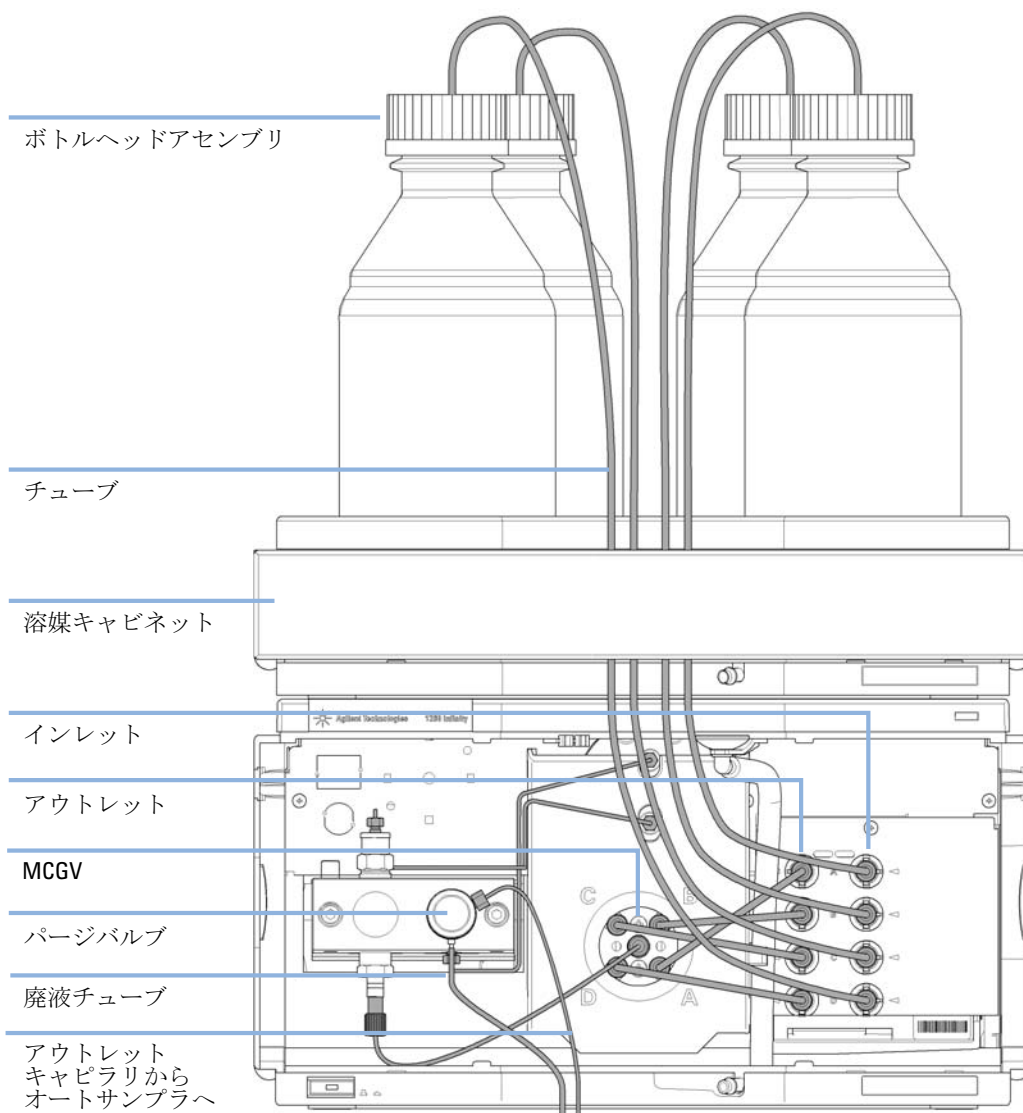

図 10 クォータナリポンプの配管
- 4 ボトルヘッドアセンブリからのインレットチューブをデガッサ右側面のインレットコネクタ A ～ D に接続します。『47 ページ 図 10』を参照してください。ポンプのチューブクリップにチューブを固定します。